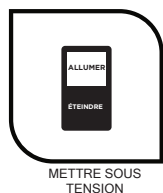

Fig. 1
01. Mettez l'interrupteur mural et le disjoncteur du tableau de distribution en position d'arrêt avant d'installer la lampe à DEL (voir fig. 1).